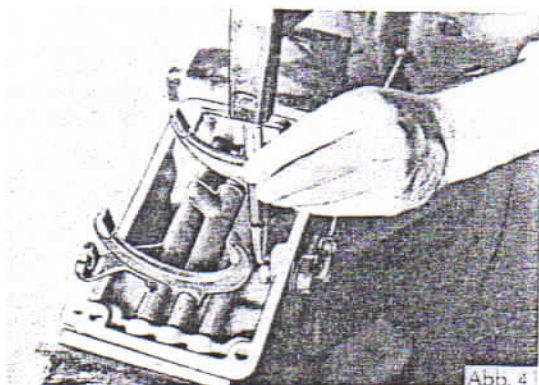

Abb. 41
32. Mutter auf Sperrklinkenbolzen nach der Einstellung festziehen und durch Körnerschlag sichern (Abb. 41).